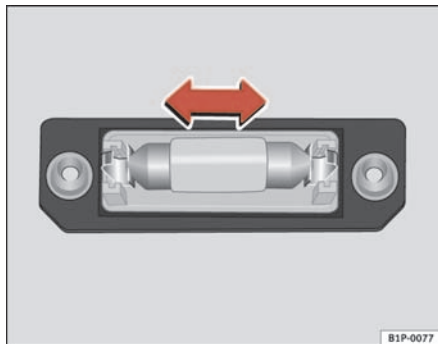

Abb. 170 Kennzeichen-
- Nehmen Sie die Glühlampe in Pfeilrichtung heraus ⇒ Abb. 170